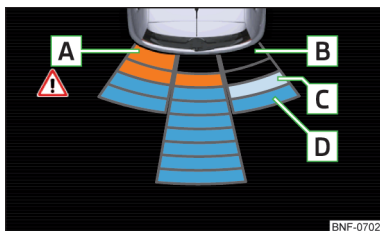

Bild 98
Bildskärmsvisning » bild 98
- A** Hinder i kollsionsområdet visas genom ett orange segment » bild 98. **Kör inte vidare!**
- Genom att man berör multifunktionsenhetens bildskärm med fingrarna » bild 98.